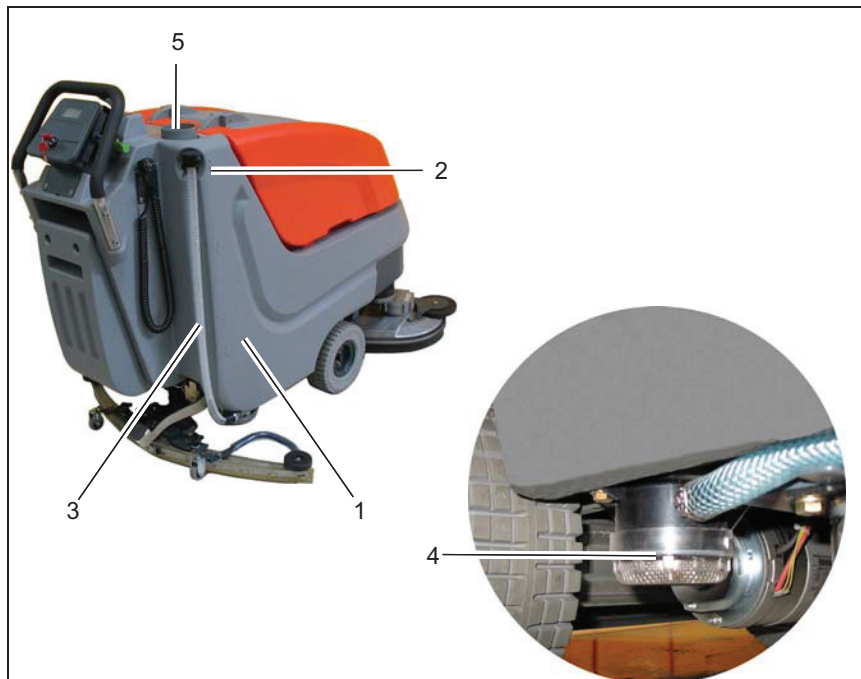

Fig.8
Remplir le réservoir d'eau propre (Fig. 8/1) avant de commencer à travailler ou en cas de besoin. Mettre la machine sur un sol plan.
Ouvrir le couvercle du réservoir (Fig. 8/5) et remplir le réservoir d'eau propre jusqu'au marquage (Fig. 8/2) maximal (1/1).
Placer la machine de sorte que le flexible de niveau de remplissage (Fig. 8/3) se trouve au-dessus d'un écoulement dans le sol. Prendre le flexible de niveau de remplissage de sa fixation et déposer le couvercle.
Contrôler chaque semaine le filtre d'eau propre (Fig. 8/4) et, en cas de besoin, le nettoyer ou le remplacer.
1. Vider le réservoir d'eau propre (Fig. 8/1), voir paragraphe 5.5.2.